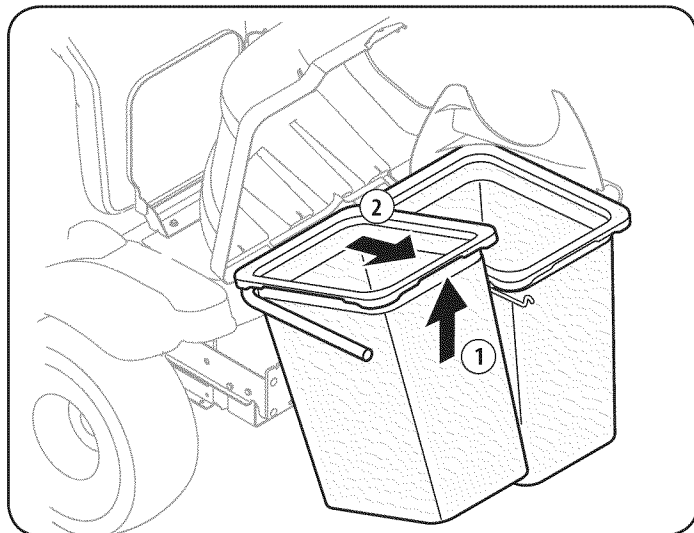

Figure 28
3. Retire el césped mediante el levantamiento de estas bolsas de hasta (1 en la fig. 28) y moviendo las bolsas fuera de la bolsa el apoyo de montaje (2).